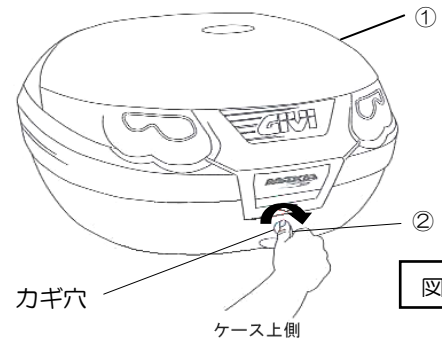

図1
1. ①ケースを開く
1-1. ①ケースのカギ穴に②キーを差し込みます。(図1参照)
- ・①ケースのロック部分が、確実にベースへロックされているか走行前に必ず確認して下さい。確実にロックされていないと、走行中に①ケースが落下し、大変危険です。
4. ①ケースを取外す
4-1.①ケースのカギ穴に②キーを差し込みます。(図1参照)